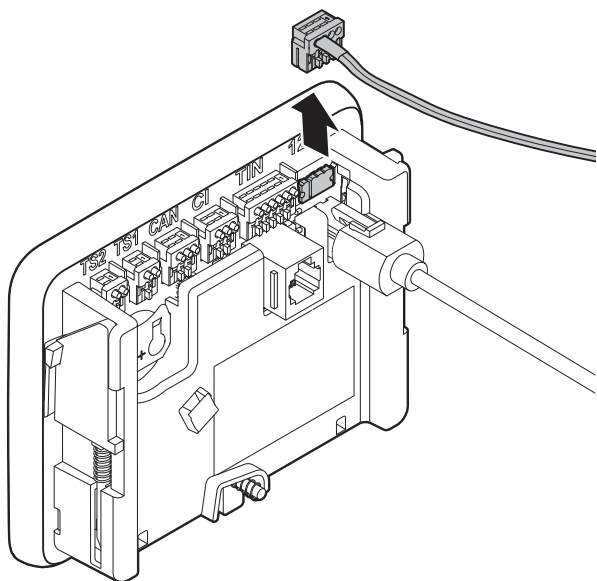

Fig. 7
- ▶ Træk forsigtigt stikket til tilslutningskablet (Fig. 7) på kontrolpanelet ud i opadgående retning.